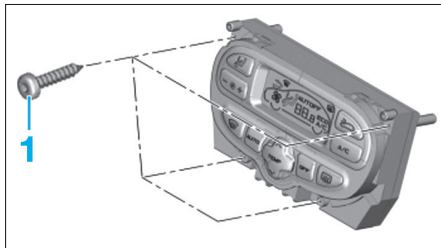

Fig. 24
- Déposer les vis de fixation (1) du panneau de commande de climatisation automatique (Fig.24).